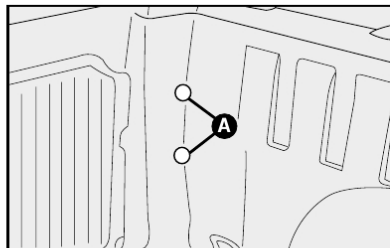

fig. 44
1) remover as tampas de borracha **A-fig. 44**, para ter acesso aos parafusos de fixação da lanterna.